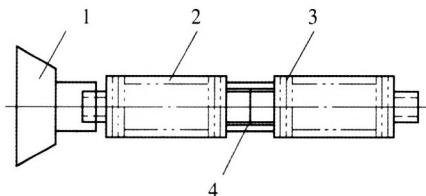

图3 改进后环镀铬装夹示意
3) 改进后工艺路线：内外圆仿形→装夹→封口→精车外圆→车镶嵌槽→磨外圆→打磨→补封口→镀铬→磨外圆→拆环→检外观→修口→珩磨→检外观→精修开口→磨梯面→成品检验（见图3）。